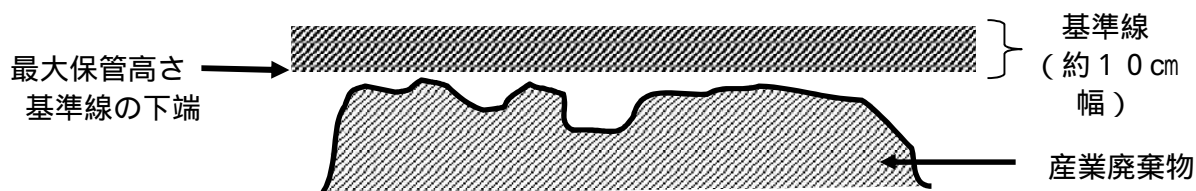

図3 基準線の書き方
- ・基準線の下端を最大保管高さとするため、産業廃棄物は基準線を隠さないように保管してください（「図3 基準線の書き方」参照）。